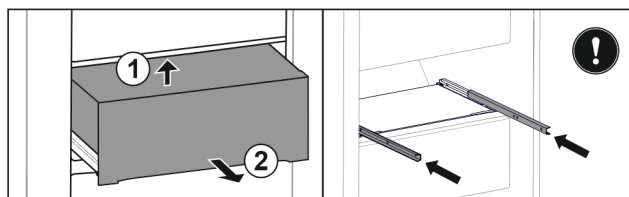

Fig. 46
- Løft skuffen nedenfra på baksiden. Fig. 46 (1)
- Ta ut skuffen framover. Fig. 46 (2)